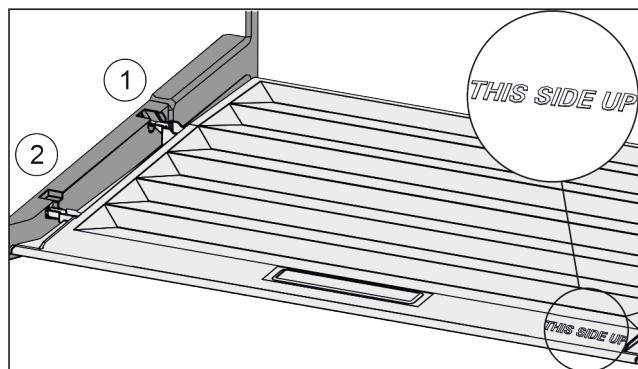

Fig. 108
- ▶ Ramiona pokrywy wprowadzić ponad otworem tylnego uchwyty Fig. 108 (1) i zazębnić z przodu w uchwycie Fig. 108 (2).